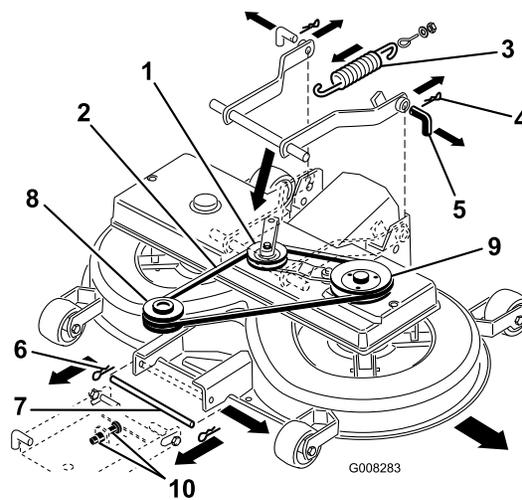

Figure 43
2. Enlevez l'ensemble poulie à courroie trapézoïdale et bras de tension (Figure 43).
8. Tirez l'ensemble bras de tension vers l'intérieur et ôtez la courroie trapézoïdale de la poulie (Figure 43).
9. Décrochez le ressort du levier d'engagement (Figure 43).
11. Retirez les goupilles fendues des 2 goupilles arrière et enlevez ces dernières (Figure 43).
12. Retirez la goupille fendue de la goupille avant et enlevez cette dernière (Figure 43).
13. Enlevez la courroie trapézoïdale de la poulie du moteur (Figure 43).
7. Placez la goupille inférieure de la suspension de réglage avant dans la position inférieure des fentes, en réglant les 2 écrous (M12) sur la suspension avant (Figure 43).